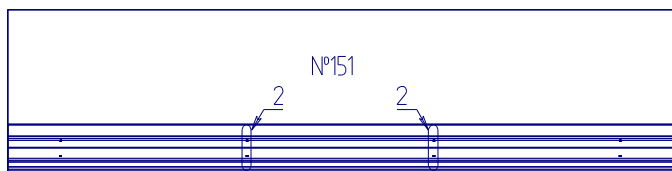

Рис.2
2. Через отверстия 2 на треке, шилом наколоть отверстия на детали №151 (рис.2).